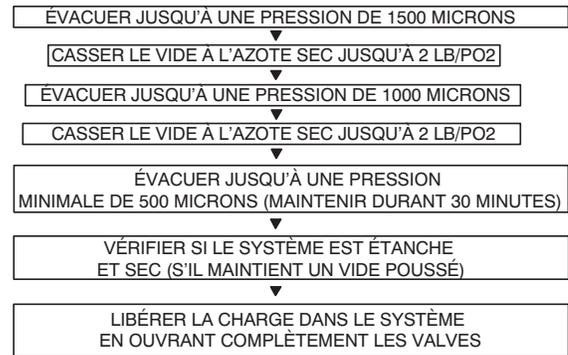

Figure 26 – Méthode d'évacuation triple
La méthode d'évacuation triple devrait être utilisée uniquement lorsque la pompe à vide ne peut appliquer qu'un vide de 28 po Hg et que le système ne contient pas d'eau liquide. Consultez la figure 26 et procédez comme suit:
5. Répétez cette procédure comme indiqué à la figure 26. Le système sera ensuite exempt de contaminants et de vapeur d'eau.